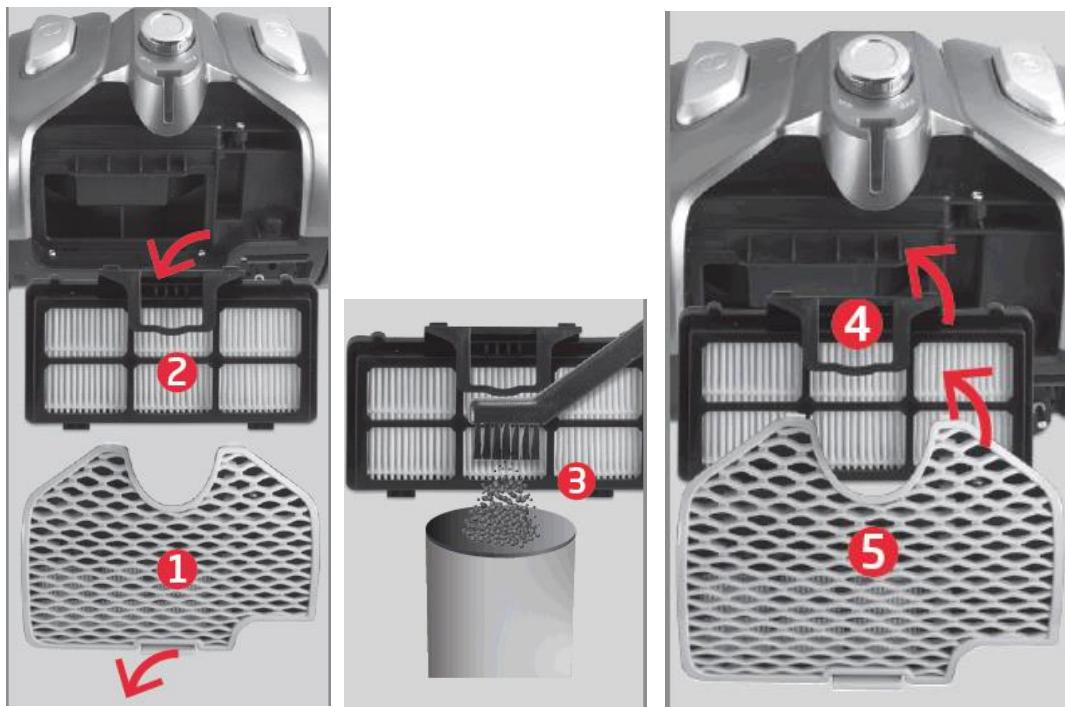

Рис. 10
2. Снимите крышку, потянув вверх защелку, и достаньте фильтр, нажав вниз защелку на его верхней стороне (рис. 10).
5. Установите на место воздуховыпускной фильтр (либо замените его на новый) и закройте крышку, вставив ее на место (Рис.10).